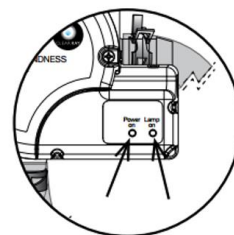

Figura 1F
15. Deslize a lâmpada UV nova (7) de volta para dentro do tubo de quartzo.
16. Reinstale o novo tampão preto da lâmpada (5) de volta sobre a porca de compressão de vedação do tubo de quartzo (9).
17. Reinstale tampa (2) e preenda-a com os parafusos.
19. Uma vez que a energia está ativada, você pode verificar o rator, Figura 1F, para ver se o sistema CLEARRAY® está funcionando. A luz acesa (vermelha) indica que o sistema CLEARRAY® está recebendo alimentação de energia e sempre deve estar ligado. A luz acesa (verde) indica que a lâmpada UV está ligada.